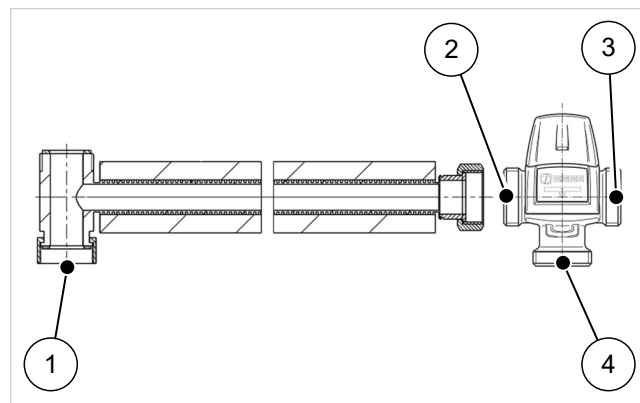

Abb. 3: Anschluss des Hydrauliksets SmartGrid
1. Das beiliegende Rohr mit der Seite ohne T-Stück an die kalte Seite (blau) des thermischen Mischventils anschrauben (siehe → Abb. 3).